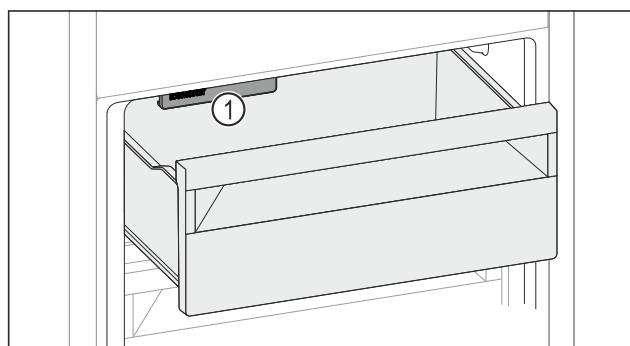

Fig. 142
- Prihladajte na IceMaker Fig. 142 (1).